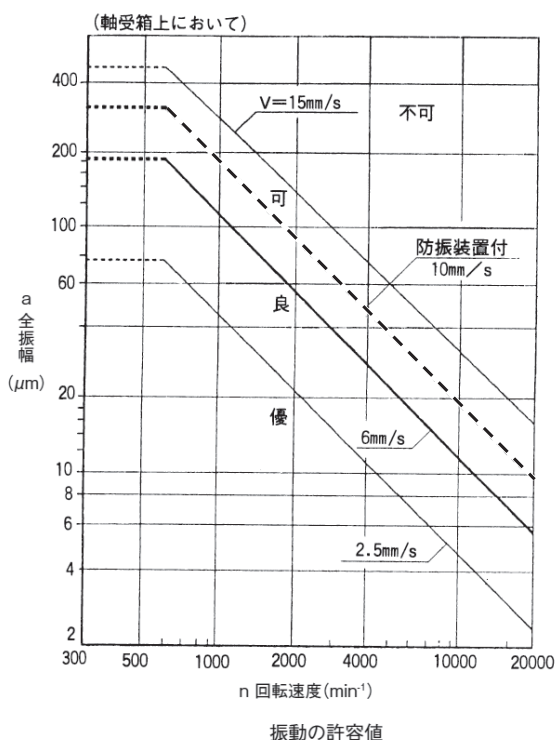

図14 振動許容範囲
- (3) 軸受温度は、通常室温+40℃以下かつ70℃以下が許容範囲です。
- (4) 振動が大きい場合は、Vベルトの芯出し、配管の無理、取付ボルト、基礎ボルトの緩み、羽根車へのダストの付着、軸受の損傷などが原因と考えられますので、運転を停止して点検してください。振動の許容範囲はJIS B 8330の可以内であれば、運転可能ですが、良以内であることが望ましいです(図14参照)。